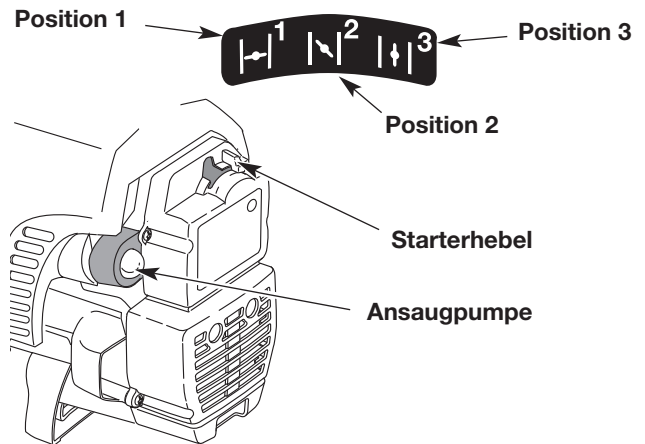

Abb. 11
4. Langsam und vollständig die Ansaugpumpe 10 Mal drücken und wieder loslassen. Der Kraftstoff muß in der Pumpe sichtbar sein (Abb. 11). Ist dies nicht der Fall noch drei weitere Male drücken, bis der Kraftstoff zu sehen ist.
5. Den Starterhebel in die Starterposition (1) bringen (Abb. 11).
8. Den Starterhebel in die Zwischenposition schieben (2) (Abb. 11).
11. Den Motor während 5 bis 10 Sekunden warm laufen lassen. Den Starterhebel in die Position volle Leistung (3) schieben (Abb. 11).